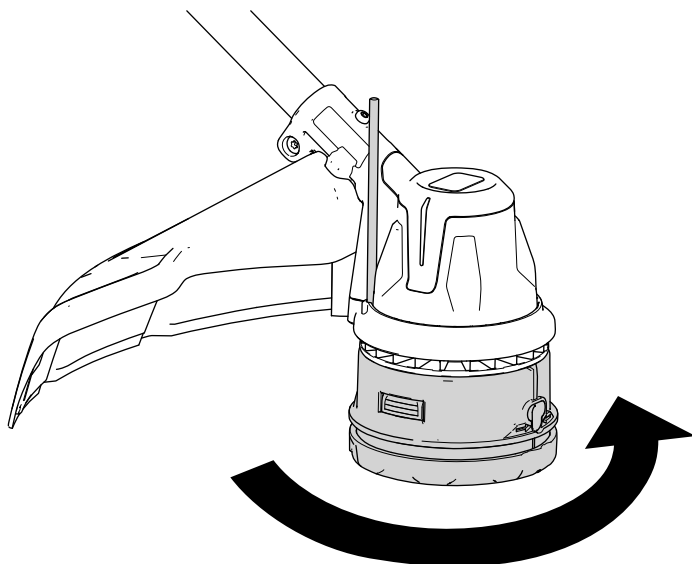

Figure 17
3. Une fois la tête de coupe fixée en place par la tige, tournez-la dans le sens antihoraire pour la retirer du montant fileté du boîtier (Figure 17).